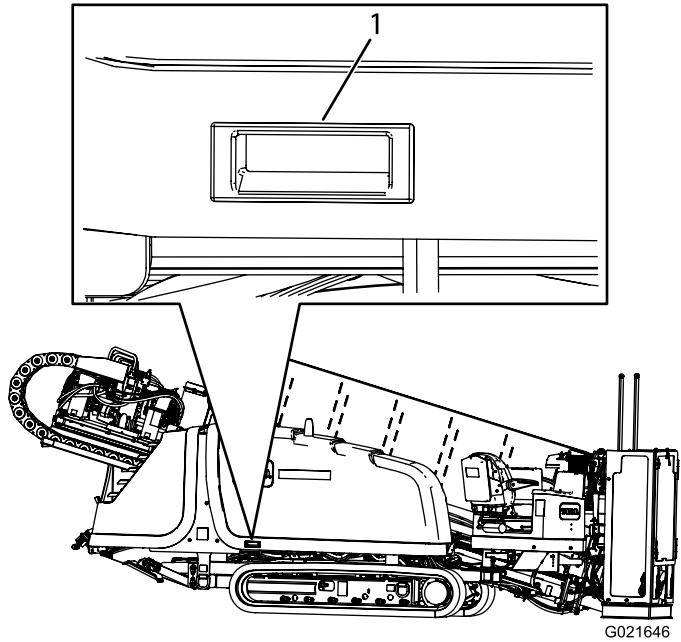

Figure 96
- Tirez la poignée, comme montré à la Figure 96.